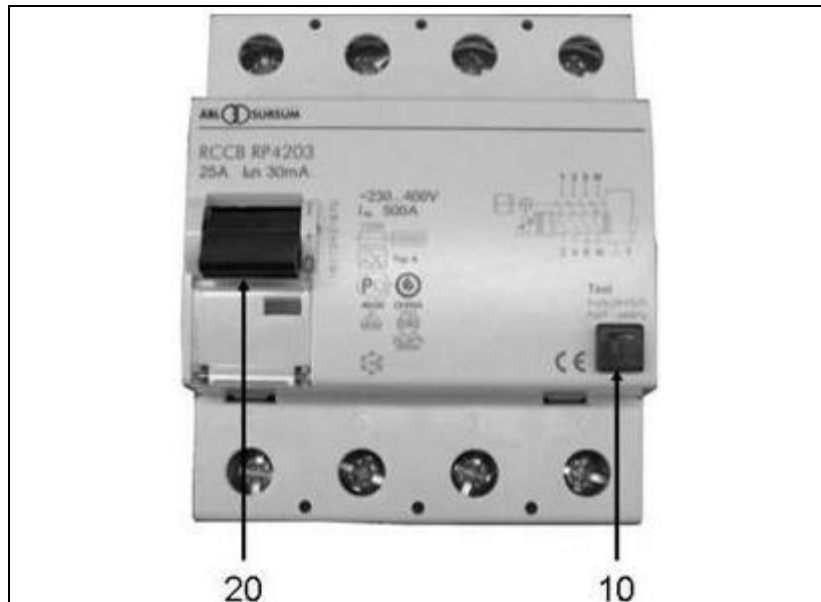

Abb. 4-4: FI-Schutzschalter
2. Zusätzlich ist durch den Benutzer arbeitstäglich durch Betätigen der Prüftaste (siehe Abb. 4-4-(10)) der Fehlerstrom-Schutzeinrichtung (RCD) die mechanische Funktion der Auslösung zu prüfen.
2. Schutzschalter (siehe Abb. 4-4-(20)) in Pos-1 bringen.
3. Testschalter (siehe Abb. 4-4-(10)) betätigen.
- ✓ Die Position des Schalters (siehe Abb. 4-4-(20)) zeigt das Ergebnis an: